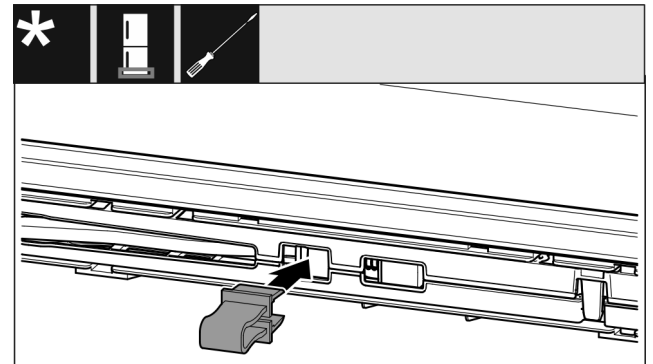

Fig. 14
- ▶ Introduire l'arrêt.oir dans l'ouverture Fig. 14 ().